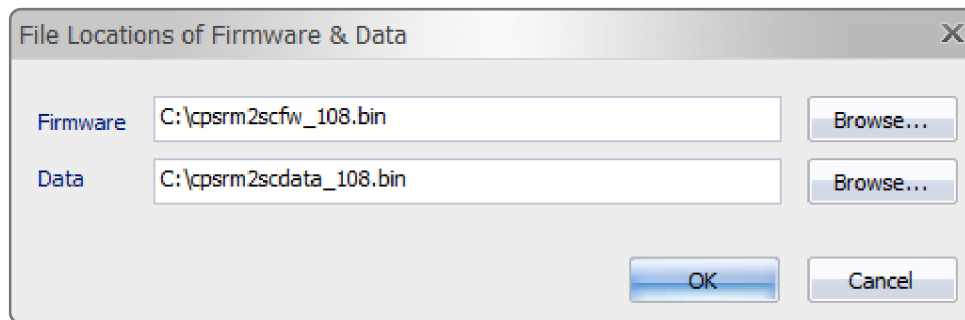

Figure 7. Fenêtre Emplacements des fichiers Firmware et Données.
6. Sélectionnez les fichiers Firmware et Données et cliquez sur OK pour exécuter la mise à niveau du firmware, comme illustré dans la figure 7.